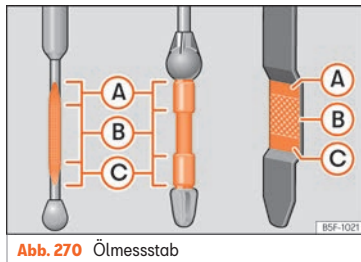

Abb. 270 Ölmessstab
Liegt der Ölstand über dem Bereich » Abb. 270 (A), starten Sie den Motor bitte nicht. Dies könnte zu einer Beschädigung des Motors und des Katalysators führen. Wenden Sie sich an einen Fachbetrieb.
Liegt der Ölstand über dem Bereich »» Abb. 270 , starten Sie den Motor bitte nicht. Dies könnte zu einer Beschädigung des Motors und des Katalysators führen. Wenden Sie sich an einen Fachbetrieb.
Der Ölstand darf keinesfalls über dem Bereich »» Abb. 270  stehen, andernfalls könnte Öl über die Entlüftung der Motorölpumpe angesaugt werden und über die Abgasanlage in die Atmosphäre gelangen.